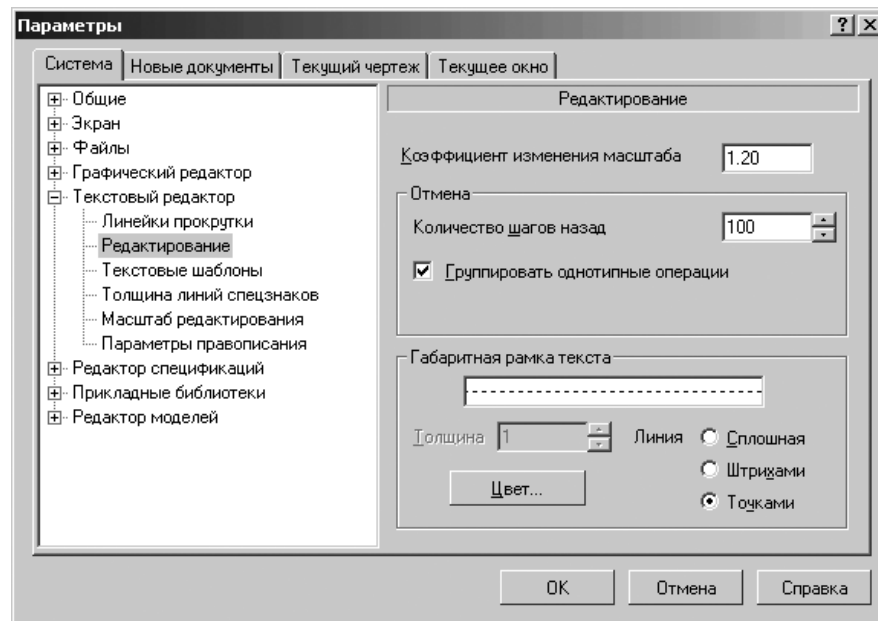

Рис. 9.36. Диалоговое окно **Параметры** с открытой вкладкой **Система** и открытой панелью **Редактирование**
- щелкните по пункту **Редактирование**. Откроется в правой части диалогового окна панель **Редактирование** (рис. 9.36).